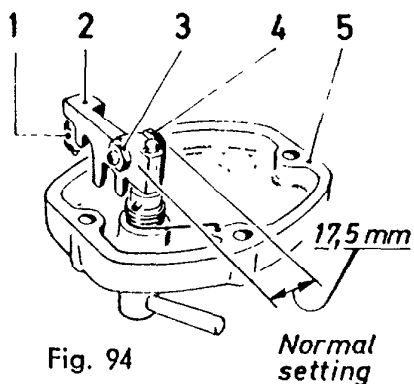

Fig. 94
2. Laveste tomgangsturtall skal ligge på ca. 380—400 omdr./min. og er konstant for 5—10 graders bevegelse av regulatorhendelen (6).
3. Justering av tomgangsområdet «utstrekning» (vanligvis ikke nødvendig å etterjustere), fig. 94.